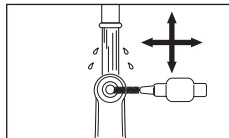

Fig. 12
- 2) Nettoyez autour de l'orifice d'insertion de la fraise pendant 15 secondes ou plus avec une brosse interdentaire (épaisseur de fil de 0,7 mm) conforme à la taille 4 selon la norme ISO 16409. (Fig. 12)